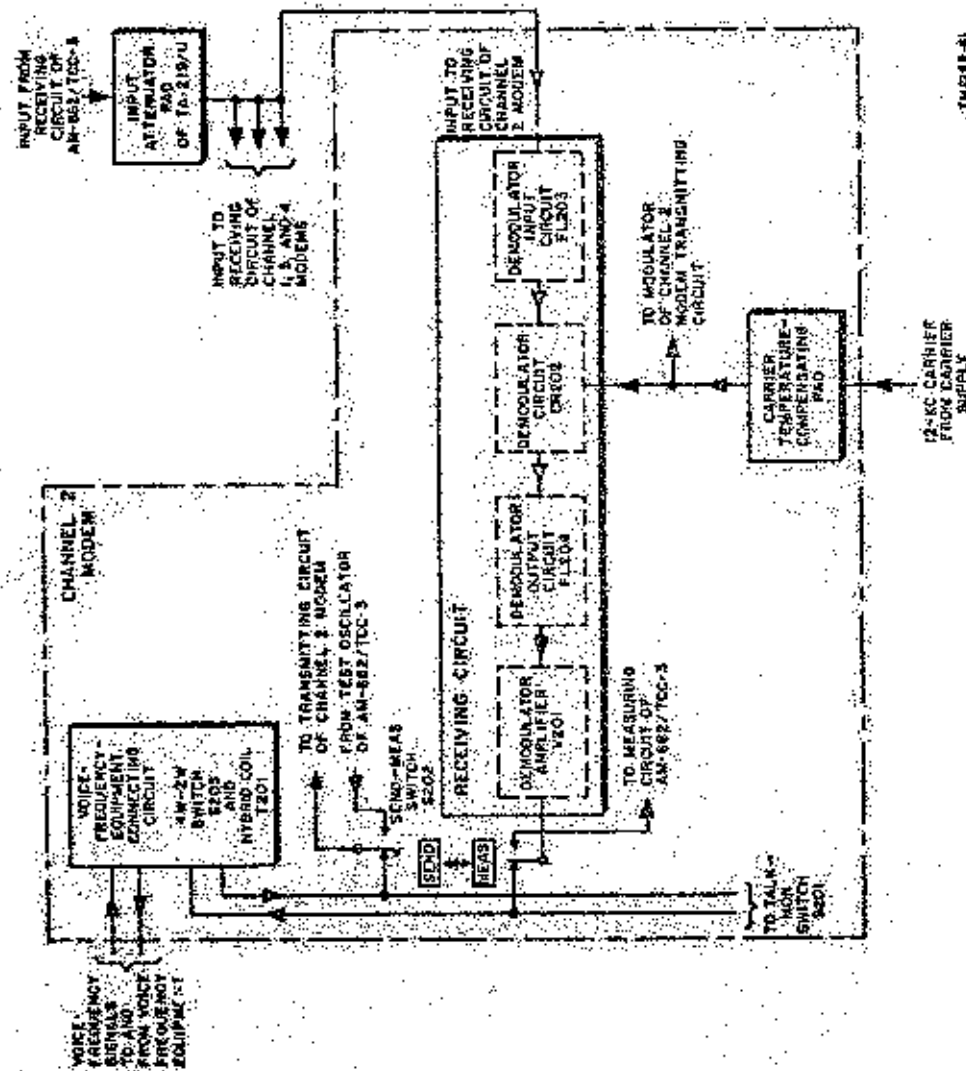

Fig. 28 TA-219/U - Schema a blocchi del ramo ricevente del 2° canale
g) Schema a blocchi del demodulatore del canale 2 (fig.28)